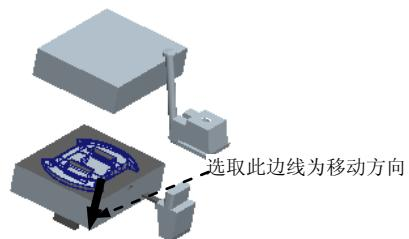

图 27.66 选取移动方向 (一)
Step1. 移动浇注件。在 **MOLD OPEN (模具开模)** 菜单中选择 **Define Step (定义步骤)** → **Define Move (定义移动)** 命令; 选取要移动的模具元件 MOLDING.PRT (浇注件), 在“选择”对话框中单击 **确定** 按钮; 在系统的提示下, 选取图 27.66 所示的边线为移动方向, 然后输入要移动的距离值-80。